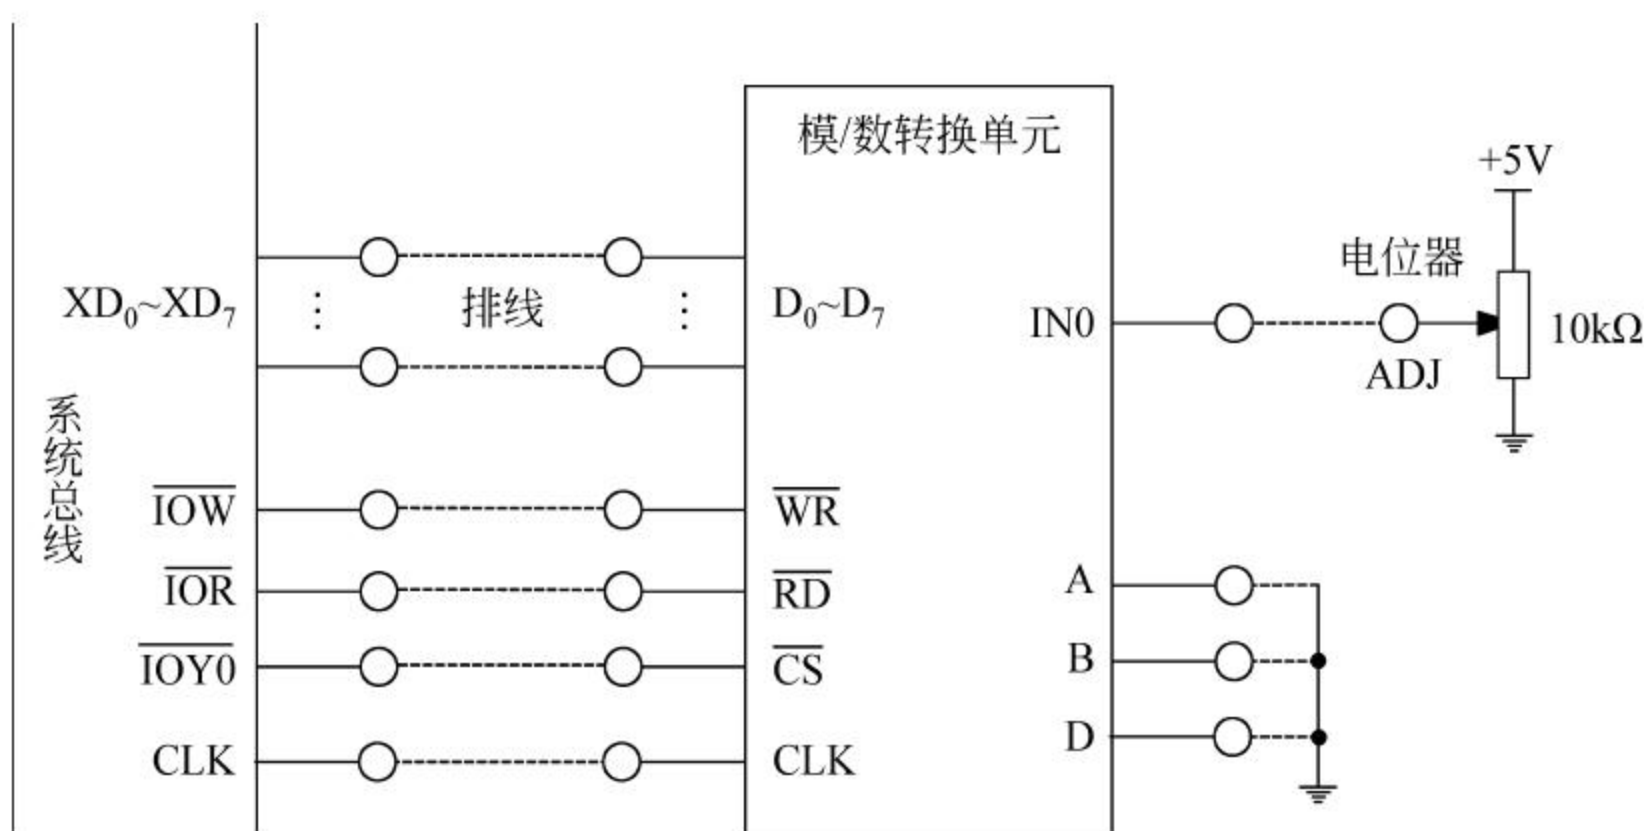

图 11-19 A/D 转换实验接线图
(1) 运行 Tdptit 集成操作软件,查看端口资源分配情况。记录与所使用片选信号对应的 I/O 端口始地址。
(2) 参考图 11-19 连接实验线路。